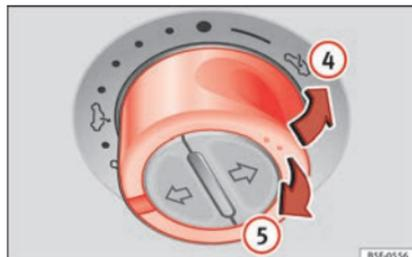

Abb. 12 Im Dachhimmel: Schalter zum Ausstellen oder Absenken des Dachs drücken bzw. ziehen.
- Hochfahren: Drücken Sie den Schalter auf die Position » Abb. 12 ④. Zum Einstellen einer Zwischenposition betätigen Sie den Schalter bis die gewünschte Position erreicht ist.
- Senken: Ziehen Sie den Schalter auf die Position » Abb. 12 ⑤. Zum Einstellen einer Zwischenposition betätigen Sie den Schalter bis die gewünschte Position erreicht ist.